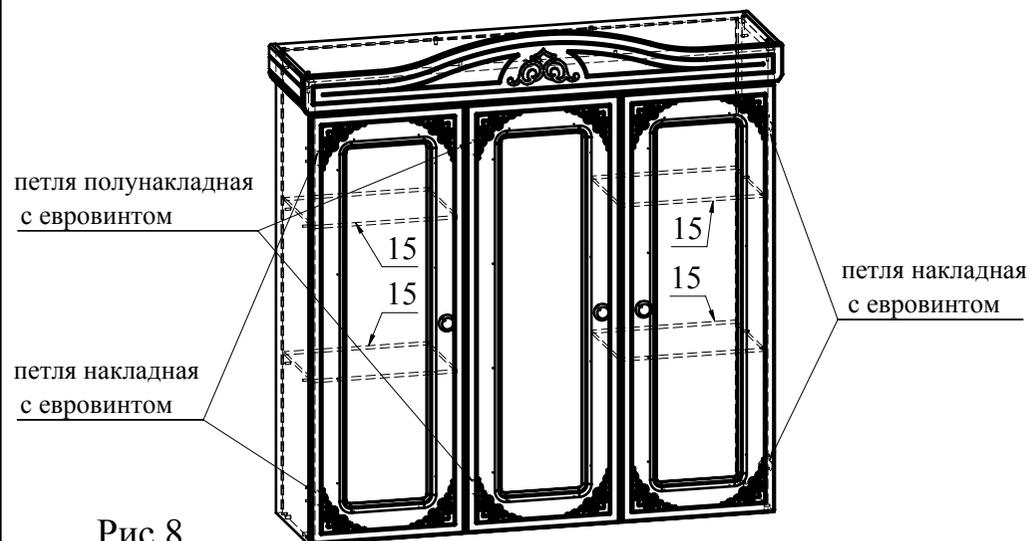
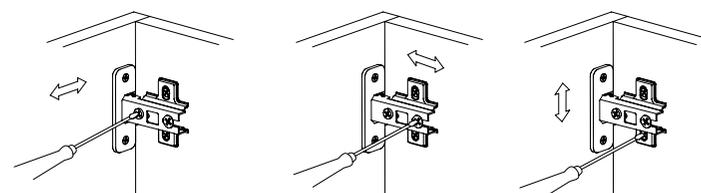

Рис.8
Рис.9
12. Установить двери в соответствии со схемой (Рис. 8), закрепив петли затяжными винтами. Отрегулировать двери с помощью регулировочных винтов (Рис. 9). С помощью шурупов 4x40 прикрутить ручки на деталях 11.